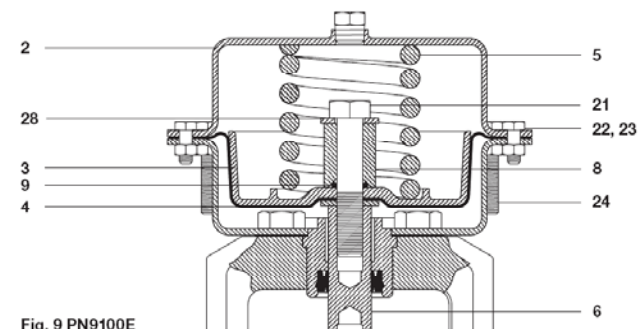

Fig. 9 PN9100E
- Maak de overblijvende lange bouten en moeren (24) gelijkmatig los om de veren langzaam te laten ontspannen.
- Verwijder de bovenste membraankamer (2) en de veren (5).
- Klem de servomotoras (6) met een sleutel en verwijder de bout (21) en het rondsel (28).
- Verwijder tussenstuk (8), "O"-ring (9) en veren (5). **Noot:** Oriëntatie van het tussenstuk en "O"-ring moet zijn zoals aangegeven in fig. 9 en 10).
- Plaats de membraanplaat (3) over de veren (5), het membraan (4) en span de bout (21) en rondsel (28) aan volgens moment in table 1. Breng eerst Loctite 243 aan op de bovenste draadaansluiting van de as (6).